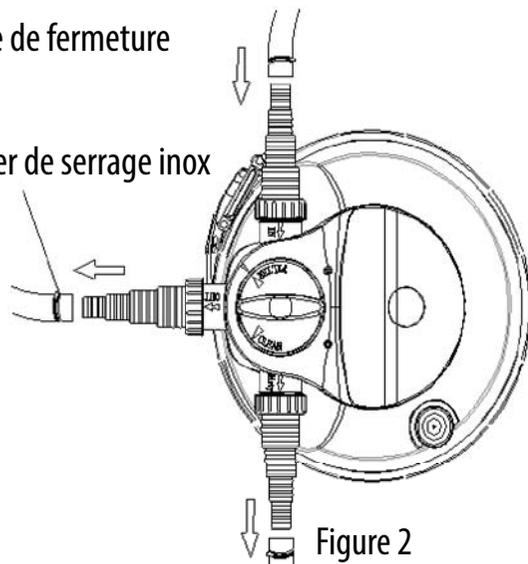
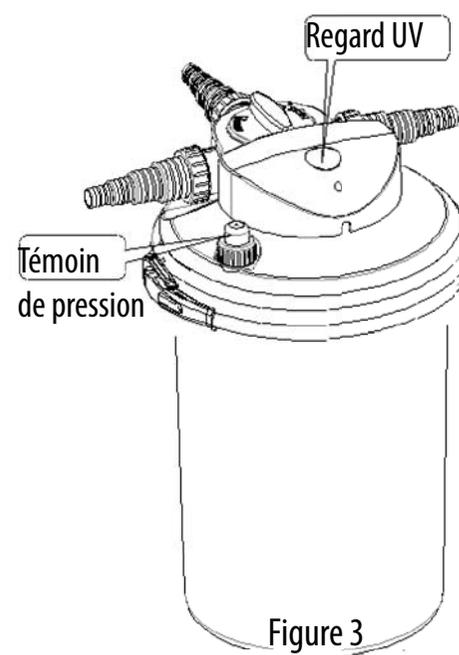

Figure 2
Figure 3
2. Connect the pump with hose and a hose clip to the hose tail on which the arrow points to the inside. Connect the hose, leading outside to the hose tail with the arrow that points to the outside. Connect to the outlet a hose with a valve. Use stainless hose clamps for a good waterproof hose connection. (see figure 2).
3. You can check the correct operation of the UV-C Lamp with the inspection glass in the top of the filter (see figure3)
- changes colour to red (see fig.3). There are two kinds of maintenance, which are necessary for this filter; weekly with help of the cleaning function (see photo) and manual cleaning of the mats approx. every 2 to 8 weeks (depends on the grade of fouling).
2. Schließen Sie die Pumpe mit einem beweglichen Schlauch an die Schlauchtülle, auf der der Pfeil nach innen zeigt, an. Schließen Sie den Ausgangsschlauch an die Tülle mit dem Pfeil nach außen, an. Schließen Sie an den Ablauf einen Schlauch mit einem Absperrhahn an. Nutzen Sie rostfreie Schlauchschellen für eine gute wasserdichte Schlauchverbindung. (Siehe Bild 2).
3. Das ordnungsgemäße Funktionieren der UV-Lampe kontrollieren Sie mittels des Sichtglases im Deckel des Filters. (Siehe Bild 3).
1. Der Filter zeigt mittels eines farbigen Druckindikators auf dem Deckel an, wenn eine Reinigung des Filtermaterials erforderlich ist. Solange der Filter effizient arbeitet ist dieser Indikator grün. Wird der Durchfluss aufgrund von Verschmutzung verringert, wird der Druckindikator sich rot färben (Bild 3). Es gibt zwei Arten der Wartung die für diesen Filter notwendig sind; 1 x pro Woche per Spülfunktion (Bild 2) und eine manuelle Reinigung der Matten ca. alle 2 bis 8 Wochen (abhängig vom Grad der Verschmutzung.) Schalten Sie als erstes die Pumpe aus bevor Sie den Filter in den Spülstand (CLEAN) stellen. Schalten Sie die Pumpen für ca. 30 - 60 Sekunden wieder ein, bis das Wasser, welches nun aus dem ABFLUSS kommt, hell ist. Schalten Sie die Pumpe dann wieder aus und stellen den Filter zurück in den Stand FILTER. (Siehe Bild).
2. Au moyen du flexible, raccordez la pompe sur l'embout de flexible portant le symbole "flèche entrante". Raccordez le flexible de retour sur l'embout de flexible portant le symbole "flèche sortante". Raccordez un flexible avec robinet sur l'embout de flexible ÉVACUATION. Pour assurer l'étanchéité du raccord de flexible, utilisez des colliers de flexible en acier inoxydable (voir figure 2).
3. Le fonctionnement correct de la lampe UV se vérifie par le biais du regard situé sur le couvercle (voir figure 3).
1. Un témoin de pression coloré situé sur le couvercle indique le moment où il faut procéder à un nettoyage du filtre. Lorsque le filtre fonctionne efficacement, ce témoin de pression est VERT. Lorsque le flux diminue suite à l'encrassement, ce témoin devient ROUGE (voir figure 3). Il y a 2 types d'entretien pour ce filtre : 1 x par semaine au moyen de la fonction de rinçage (voir figure 2) et un nettoyage manuel toutes les 2 à 8 semaines (selon le degré d'encrassement). Désactivez toujours la pompe avant de placer le filtre en position RINÇAGE. Ensuite, activez la pompe durant 30 à 60 secondes jusqu'à ce que l'eau qui s'écoule de l'ÉVACUATION soit claire. Désactivez la pompe et placez le filtre à nouveau en position FILTRE (voir figure 2).